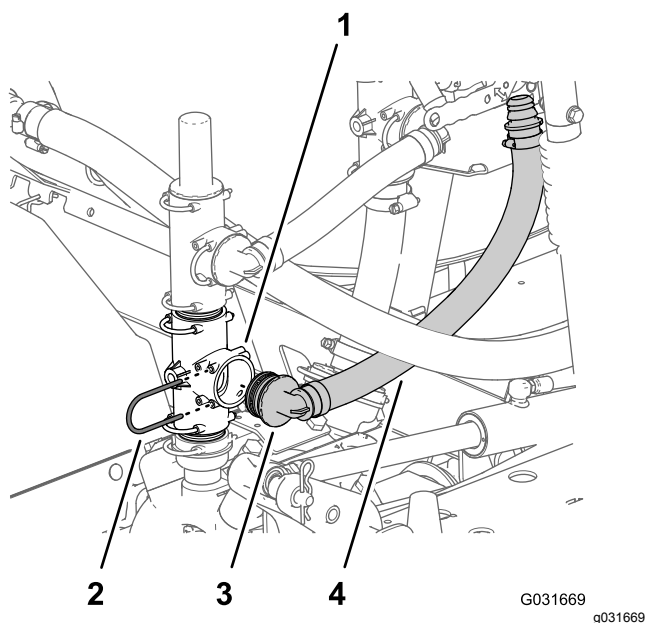

Figura 225
1. Allineate l'altro raccordo a 90° del gruppo del flessibile di alimentazione (N. cat. Toro 131-9648) con il foro aperto del raccordo a T nella pompa dell'irroratrice e inserite il raccordo a 90° fino a quando non è in sede nel raccordo a T (Figura 225).
2. Fissate il raccordo a 90° al raccordo a T nella pompa dell'irroratrice con il fermo (Figura 225) che avete rimosso al passaggio 1 di